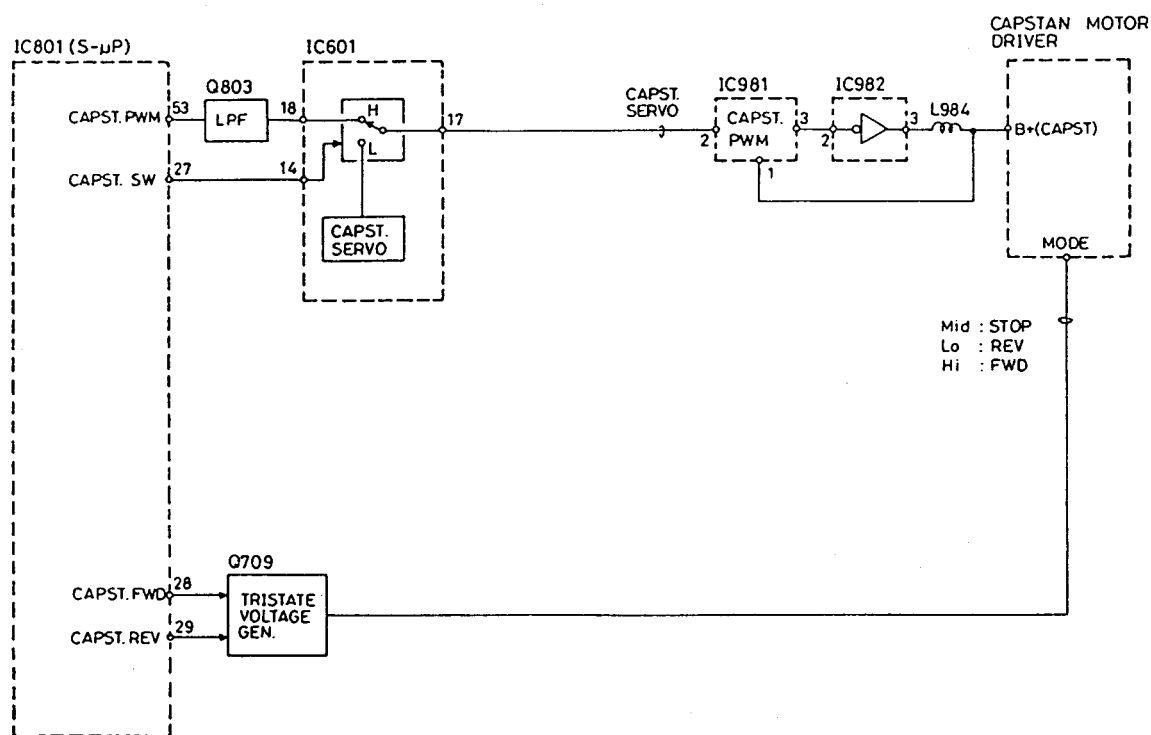

Abb. 3-8 Capstanmotor-Regelungsschaltkreis
6. Capstanmotor-Regelschaltkreis (Abb. 3-8)